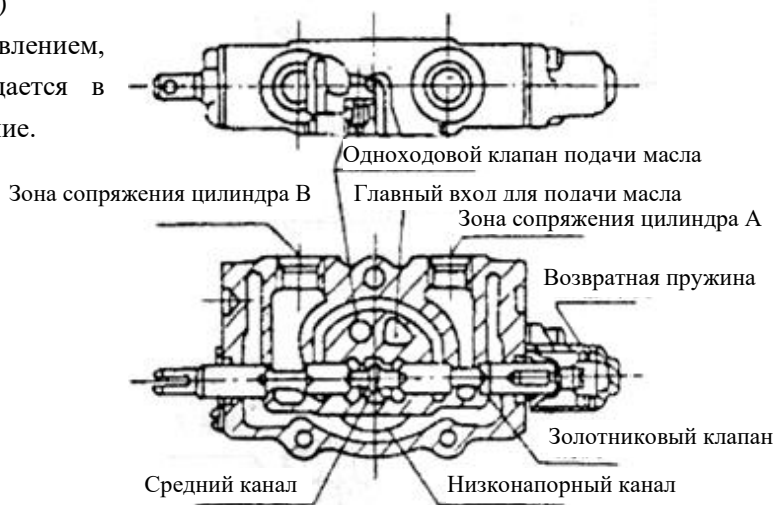

Рис. 7-2
(1) Нейтральное положение (рис. 7-2)